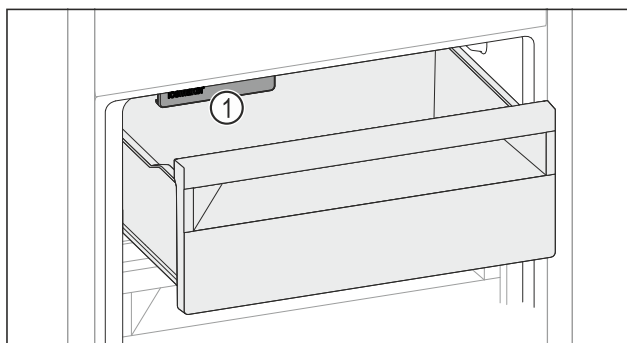

Fig. 158
- ▶ Rekening houden met IceMaker Fig. 158 (1).